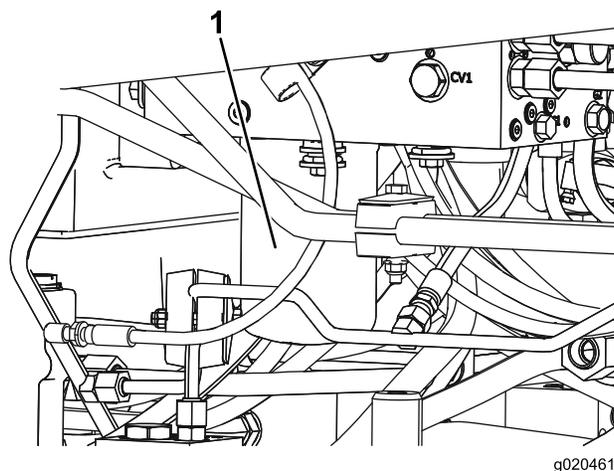

Figura 73
5. Ripetete l'operazione sull'altro filtro (Figura 73).